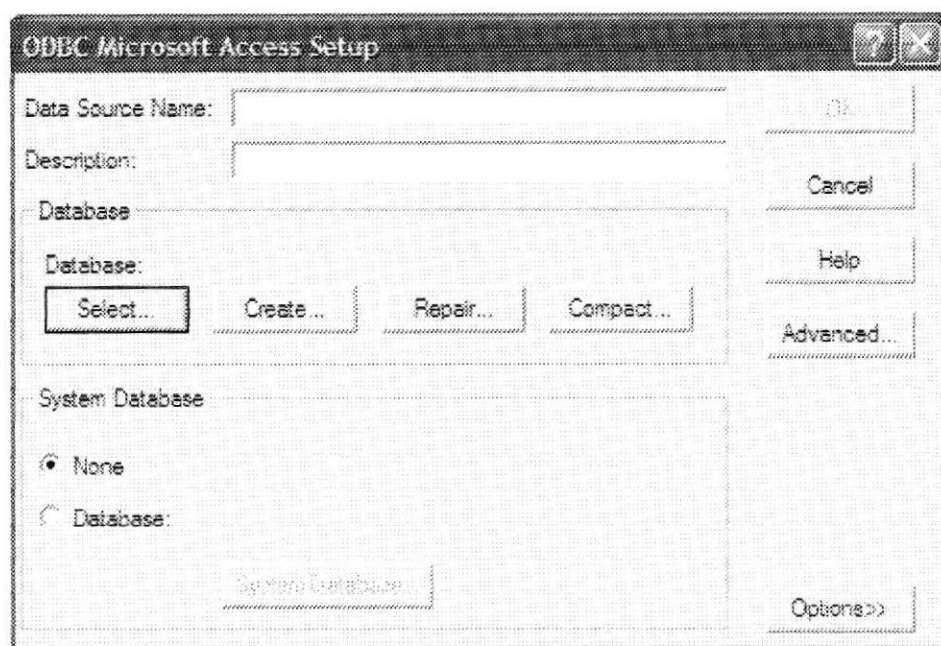

Figura 4.3. Creando el nombre del DSN
5. Después elige el botón finalizar  le aparecerá la pantalla que se muestra en la figura 4.3 que es para ingresar el nombre del DSN.
7. De clic en el botón y retornamos a la figura 4.3 y continuación ingresamos el nombre de la base de datos que se tiene que llamar TESIS y de clic en el botón .